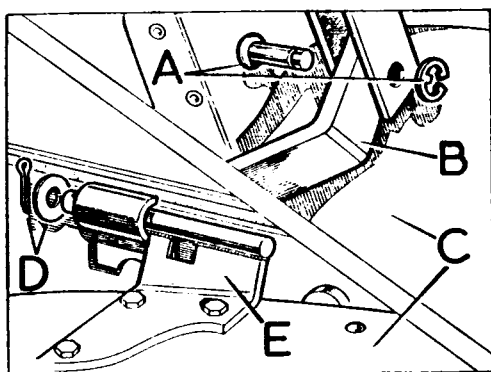

Fig. A3-1 Desmontaje del capó
- 1.3. Extraer el pasador y clips, A (Fig. A3-1) que fijan la tiranta retenedora, B, al soporte del capó.
- 1.4. Desmontar el pasador de aletas y la arandela, D (Fig. A3-1) de la bisagra - del lado derecho, E. Colocar el capó en posición vertical y desmontarlo, desplazándolo hacia el costado izquierdo del vehículo.